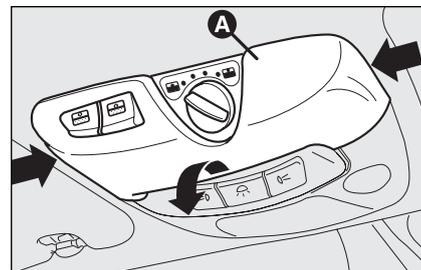

fig. 43
- enlever le plafonnier avant **A**-fig. 43 en comprimant latéralement sur la préforme en plastique comme indiqué par les flèches